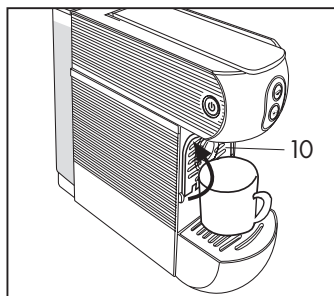

Fig. 5
- Contrôler qu'il n'y a pas de capsules à l'intérieur et allumer la machine en actionnant l'interrupteur principal (11).
- Fermer le support petite tasse (10) et poser une grande tasse vide sous le bec de distribution (4). **(Fig. 5)**
Ouvrir le support (10) pour préparer correctement un café expresso et pour utiliser les petites tasses **(Fig. 7)**. Pour l'utilisation de grandes tasses, fermer le support (10) et positionner la tasse directement sur la grille de récupération des gouttes (5). **(Fig. 5)**